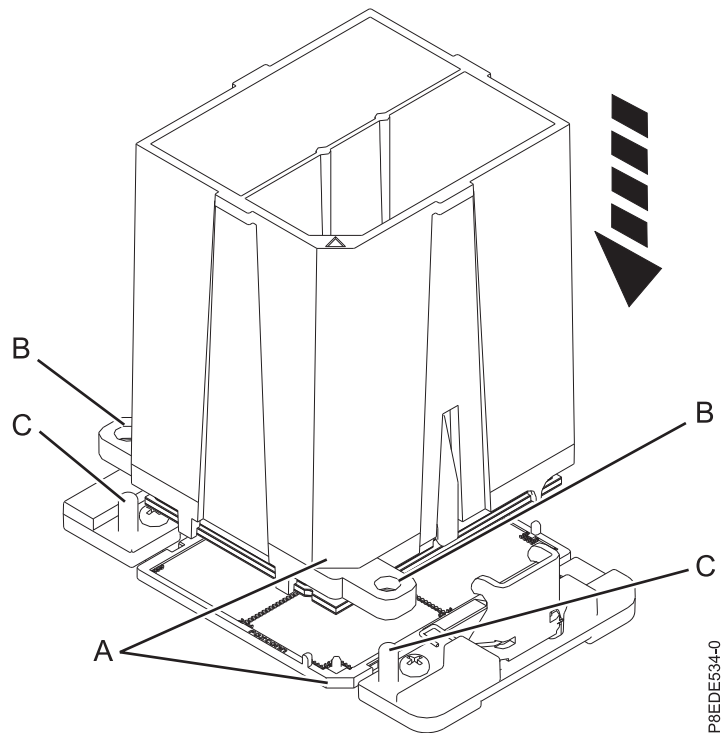

図 99. システム・プロセッサ・モジュールの取り付け
- b. ツールとシステム・プロセッサ・モジュールを下げて、ソケットに乗せます。ツールの斜めになっている角 (A) を、ソケットの斜めになっている角と位置合わせします。2 つのガイド・ピン (C) をツールの両側にある位置合わせ穴 (B) に差し込みます。傾けないように注意して、ツールを水平に下ろします。 92 ページの図 99 を参照してください。